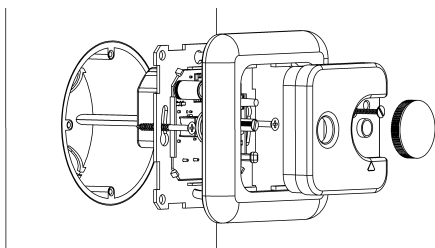

Рис. 4
- установите термостат в подготовленную монтажную коробку в стене при помощи двух шурупов (рис. 4);